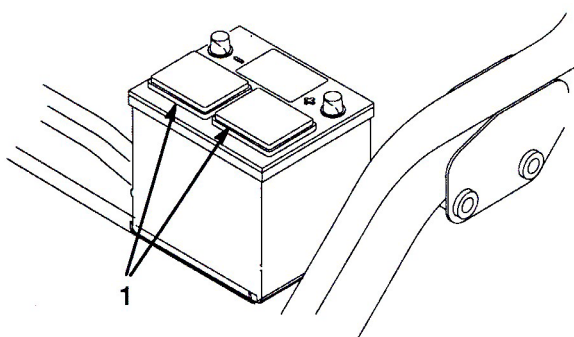

図4
3. キャスタ・フォークに後輪を取り付ける。キャスト・フォークの片側からホイール・ボルトを差し込み、スペーサ (付属部品) 1個をはさんで車輪に通す (図4)。
2. バッテリーの上部をきれいに洗浄し、通気キャップを外す (図4)。